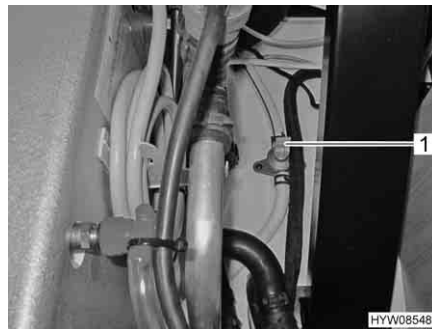

Fig. 130 Rubinetto di scarico
- Chiudere il rubinetto di scarico. A questo scopo posizionare orizzontalmente la leva a bilanciere (Fig. 130,1).
- Aprire il rubinetto di scarico (Fig. 130). A questo scopo posizionare verticalmente la leva a bilanciere (Fig. 130,1).